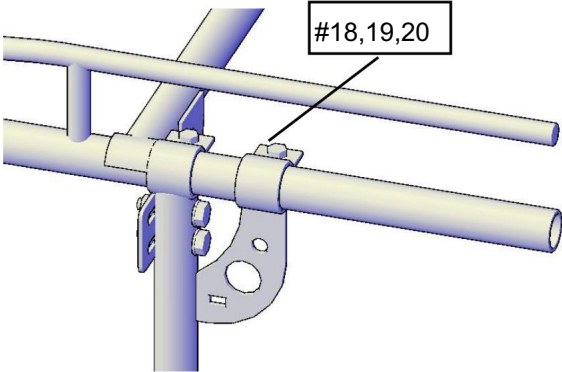

Figure 7
Fixez à l'aide des boulons 2-M12x50 (#18), de la rondelle plate (20) et de l'écrou (19) (voir le Jeu de boulons accessoires « B ») Serrez bien, mais pas complètement. (Fig.7)